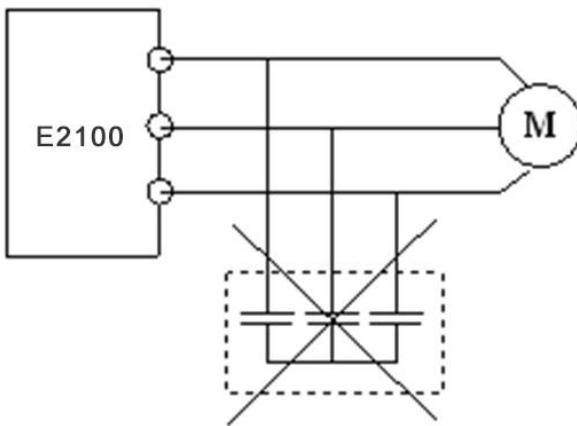

图 1-4 变频器输出端禁止使用电容器
- ◇由于变频器输出是 PWM 波，输出侧例如安装有改善功率因数的电容或防雷用压敏电阻等，都会造成变频器故障跳闸或器件的损坏，务必请拆除。如图 1-4 所示。